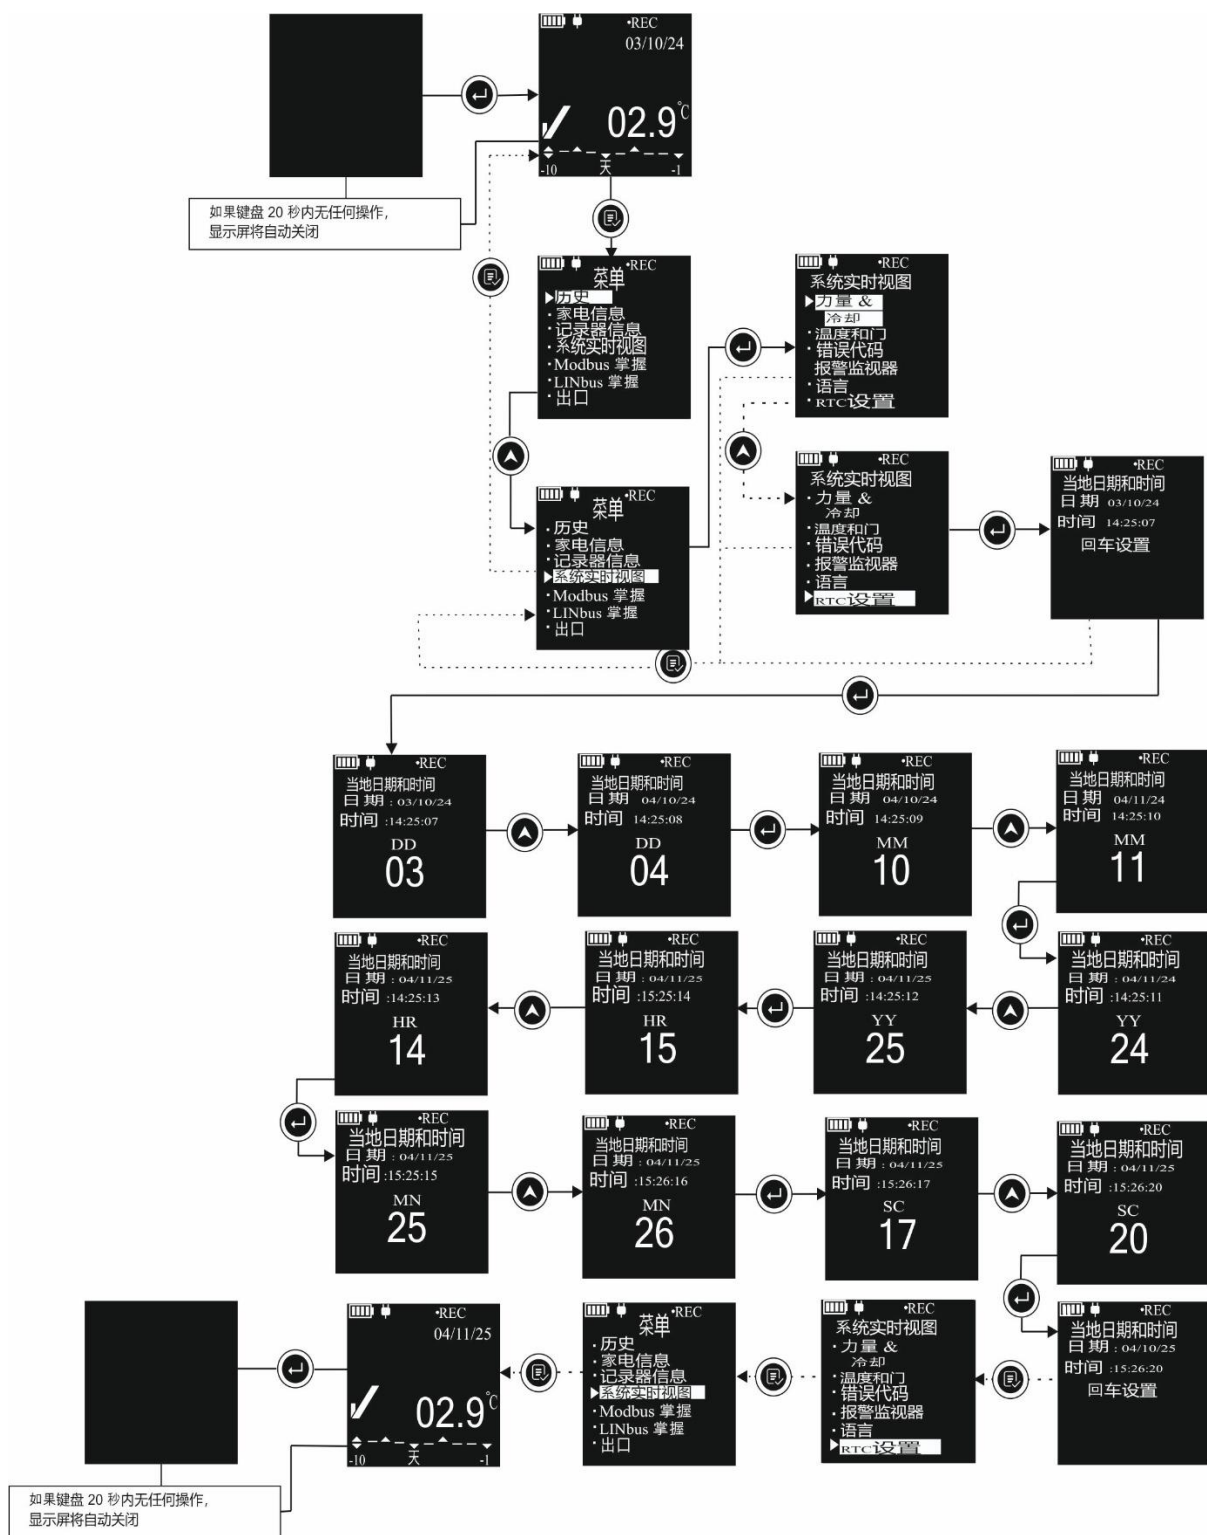

图 26 RTC 设置菜单
7. RTC 设置#：设备可以通过 RTC 设置菜单设置本地日期和时间，如图 26 所示。要设置本地日期和时间，请完全按照图 26 中列出的步骤操作，以正确设置日期和时间。